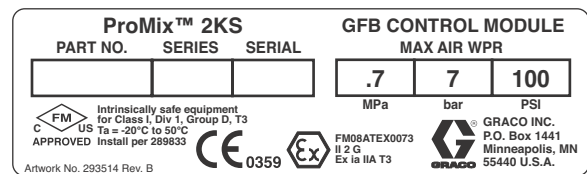

FIG. 1. ID-Aufkleber für das GFB-Schnittstellenmodul
Pistolenspülkasten-Einbausatz 15V534 bietet elektrische und Luftanschlüsse, die es einem ProMix 2KS RoboMix Dosiersystem ermöglichen, ein oder zwei Pistolenspülkästen zu bedienen. Siehe FIG. 1 für ID-Aufkleber.
Die Abdeckung (1) des Moduls Pistolenspülkasten innerhalb von 4,5 m (15 Fuß) des RoboMix anbringen, um sicherzustellen, dass das Kabel (23) bis zum RoboMix reicht. Dieses Modul ist für die Anwendung in Gefahrenbereichen zugelassen. Siehe FIG. 1.